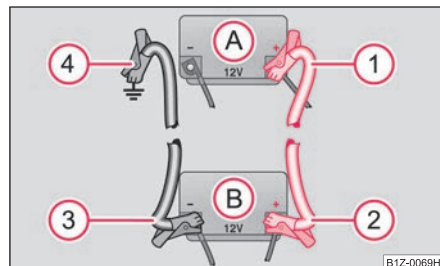

Fig. 230 Executarea pornirii cu ajutorul bateriei altui autovehicul: A - bateria descărcată, B - bateria furnizoare de curent
- Prindeți un capăt la polul plus ① ⇒ fig. 230 al bateriei descărcate (A).
- Prindeți celălalt capăt la polul plus ② al bateriei care furnizează curent (B).